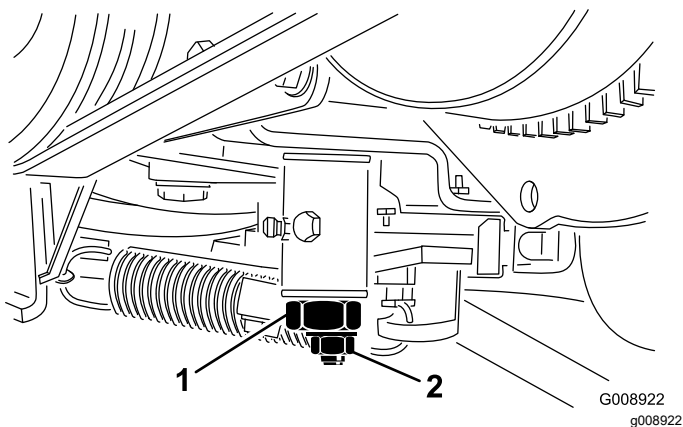

図 66
3. トラクション調整カムのロックナットをゆるめる (図 66)。